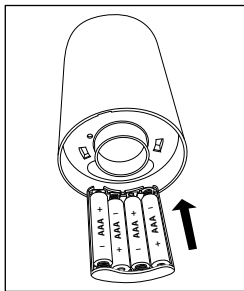

Afb. 2
7. Plaats de sluiting van het batterijvak **13** terug. Draai de sluiting van het batterijvak **13** met de wijzers van de klok mee in de richting van **lock**  tot de beide markeringen **▶ ◀** tegenover elkaar staan en de sluiting van het batterijvak **13** hoorbaar vastklikt (zie afb. 2).